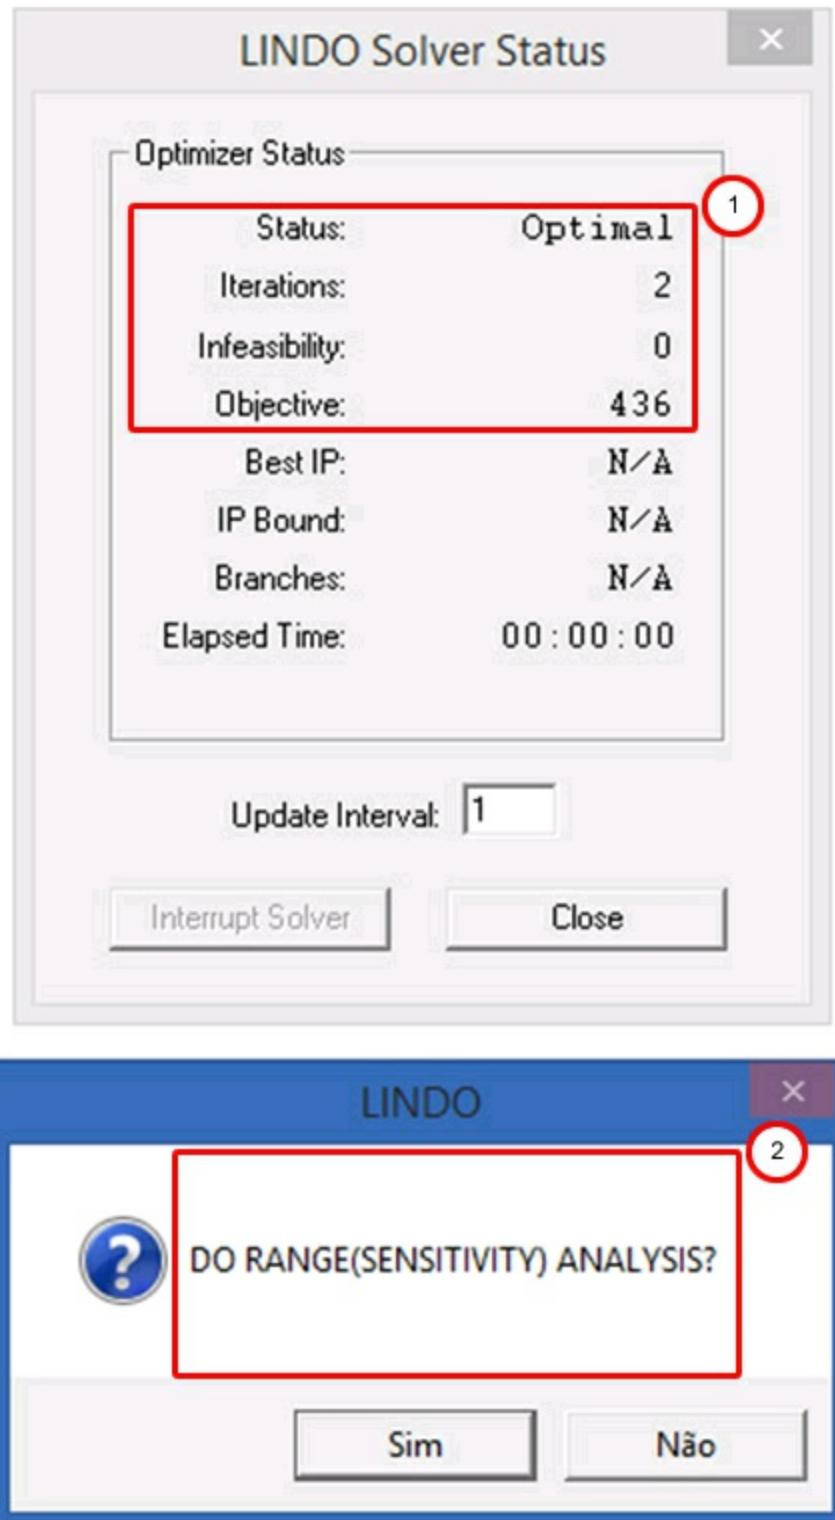

Figura 19 – Tela de resolução do Lindo.
Ao clicar no botão para resolver seu modelo () a tela da Figura 19 será apresentada para você. Perceba que no item 1 da Figura 19 é possível verificar o resultado da Função Objetivo, quantas iterações foram necessárias para resolver o modelo e se o resultado encontrado é ótimo ou não.
Nesse momento, conforme você pode observar no item 2 da Figura 19 será questionado se você quer, ou não, visualizar a Análise de Sensibilidade dos resultados do seu modelo. No momento clique em não, pois abordaremos esse aspecto na sequência desse livro. Pronto! Já temos o modelo rodando no Lindo e o resultado ótimo encontrado. Podemos, agora, passar a analisar os resultados do Modelo.
Em seguida, analisamos os valores assumidos pelas Variáveis de Decisão. Em relação ao problema que estamos trabalhando podemos observar que o Lindo decidiu fazer um lote de caminhão e três lotes de bonecas. Portanto, temos: Na coluna Variáveis (Variable), item 2 da Figura 19 , temos os nomes das variáveis do nosso modelo. Na coluna Valor (Value) temos os valores assumidos pelas variáveis e que, por consequência, geraram o valor da Função Objetivo conforme já demonstramos. Já na coluna Custo Reduzido (Reduced Cost) como podemos observar os valores alocados foram 0,00 (zero). Isso significa que o aumento dos valores das variáveis não impactarão negativamente o resultado ótimo do modelo.